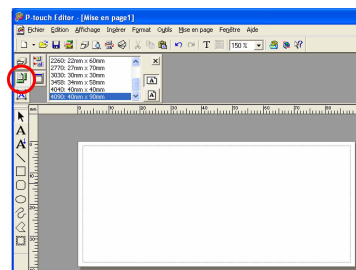

figure 1
- 2 Dans la liste « Format de tampon », sélectionnez le format de tampon à créer (voir la figure 1).